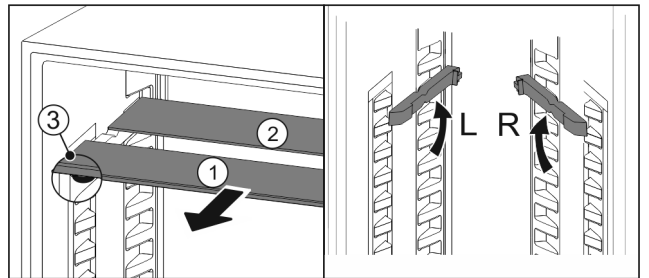

Fig. 34
- ▶ Посуньте Fig. 34 (1) скляну панель вперед.
- ▷ Скляна панель Fig. 34 (1) з декоративною планкою лежить спереду.
- ▷ Стопори Fig. 34 (3) показують вниз.